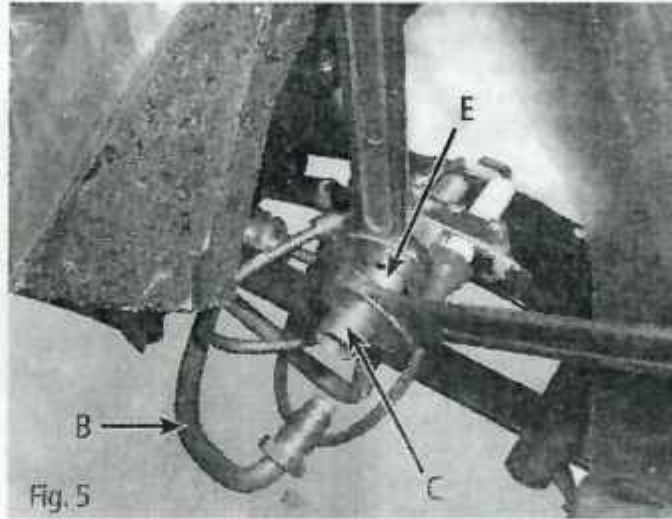

Fig. 5
- 5 Sujete el Piloto "E" con una llave y con la otra retire el inyector Piloto "C". Reemplácelo por el inyector provisto y vuelva a conectar el caño del Piloto Analizador "B" (Fig. 5)